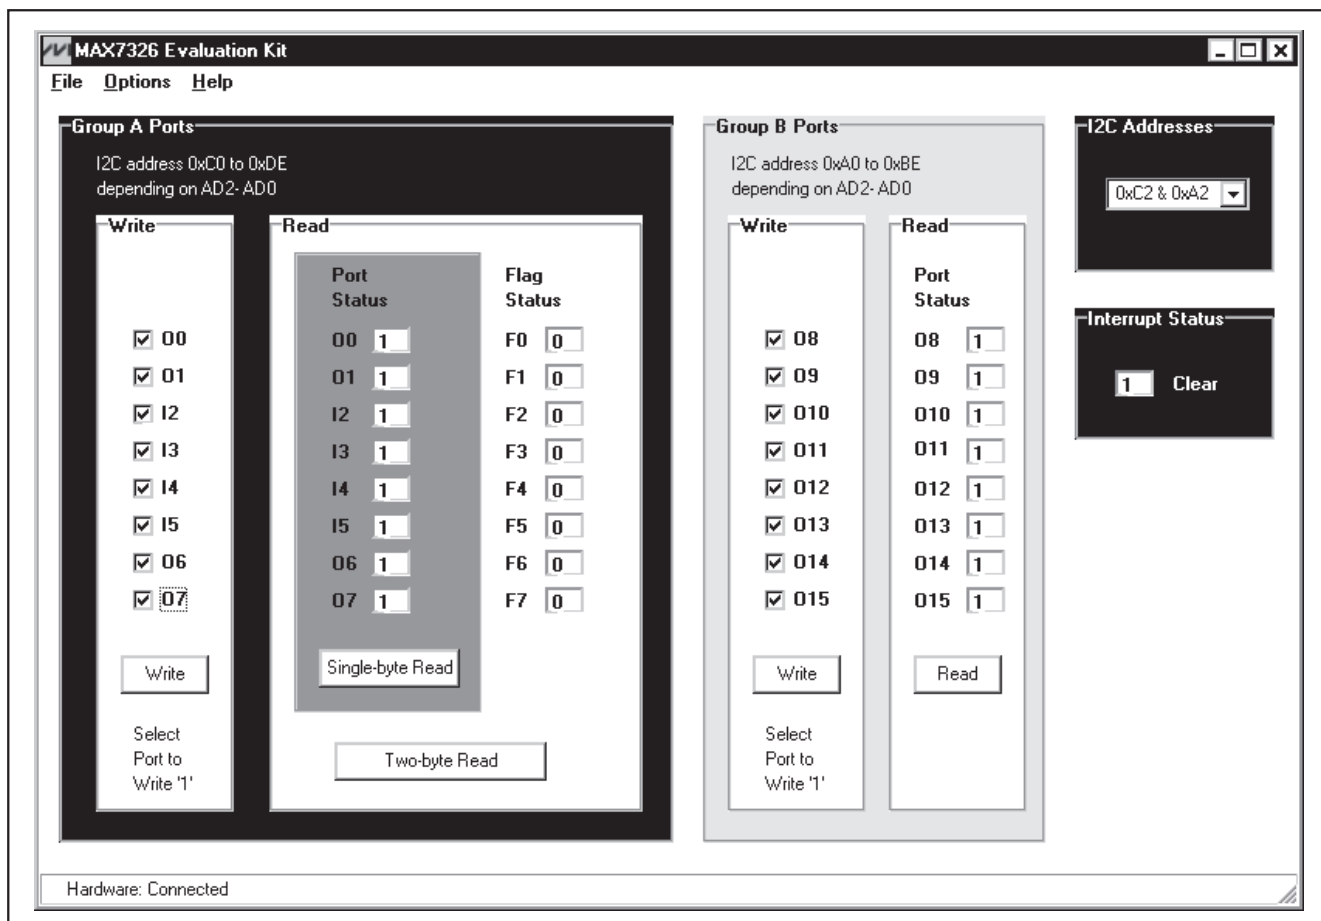

図1. MAX7326評価ソフトウェアのメインウィンドウ
8) **スタート**メニューを開き、MAX7326のEVキットソフトウェアを起動します。GUIメインウィンドウが表示されます(図1参照)。
MAX7326のEVキットソフトウェアを起動するには、インストール時に作成されたMAX7326のEVキットアイコンをダブルクリックします。GUIメインウィンドウが表示されます(図1参照)。
Group A Ports (グループAポート)グループボックス(図1参照)は、Write (書込み)グループボックスとRead (読取り)グループボックスを含んでいます。Read (読取り)グループボックスは、Port Status (ポートステータス)とFlag Status (フラグステータス)の2つの部分で構成されます。